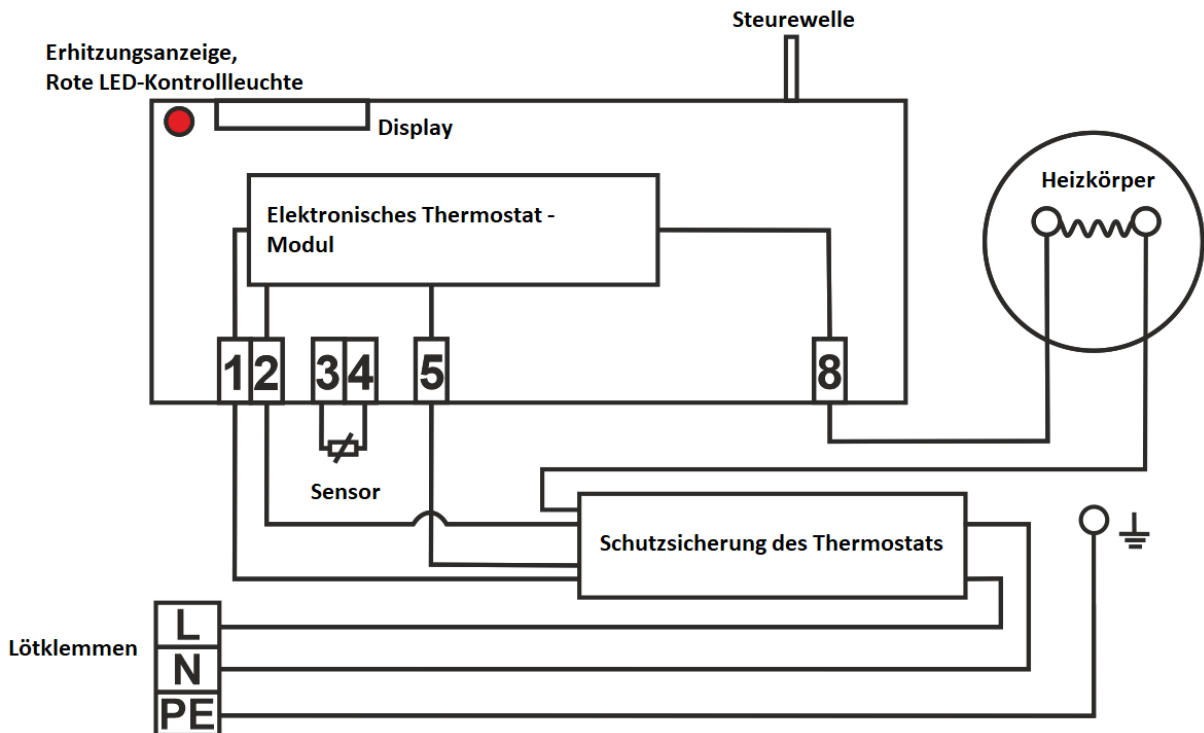

Abbildung 8
Der Anschluss ist laut Anschlusschema auszuführen. Der werkseitig vorgenommene Anschluss darf nicht geändert werden! (Abbildung 8). Die elektrischen Teile des Warmwasserbereiters sind von Schutzklasse IP 44. Die Leistungsaufnahme des Heizkörpers beträgt 2000 W (OKHE ONE/E 50-120), 1100 W (OKHE ONE/E 30).
- Das Schema für den elektrischen Anschluss ist dem Wassererhitzer beigelegt, es befindet sich an der Abdeckung der Elektroinstallation (Abbildung 8).